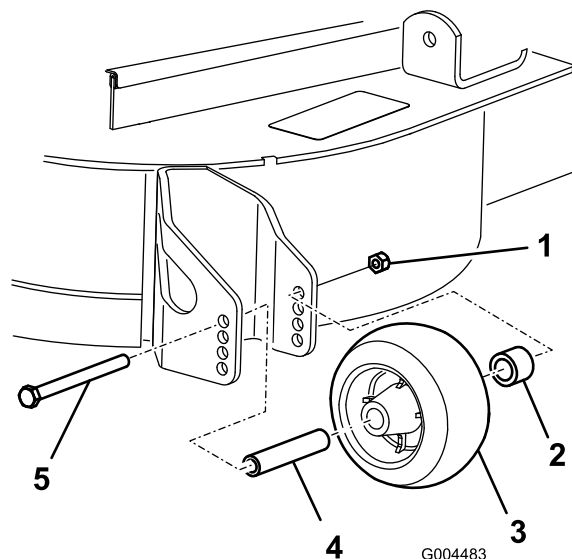

Рисунок 22
3. После регулировки высоты скашивания отрегулируйте высоту задних защитных валиков. Для этого необходимо отвернуть гайку с буртиком, снять втулку, проставку и болт (Рисунок 22).
Примечание: Затяните с моментом 54-61 Н-м (Рисунок 22).